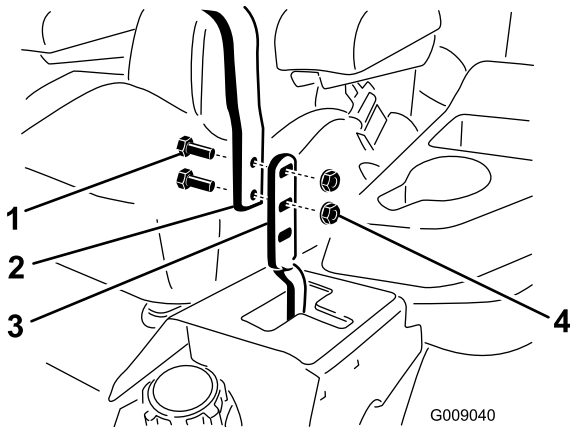

**Figura 62**
3. Afloje los pernos y las tuercas con arandela prensada de las palancas (Figura 62).